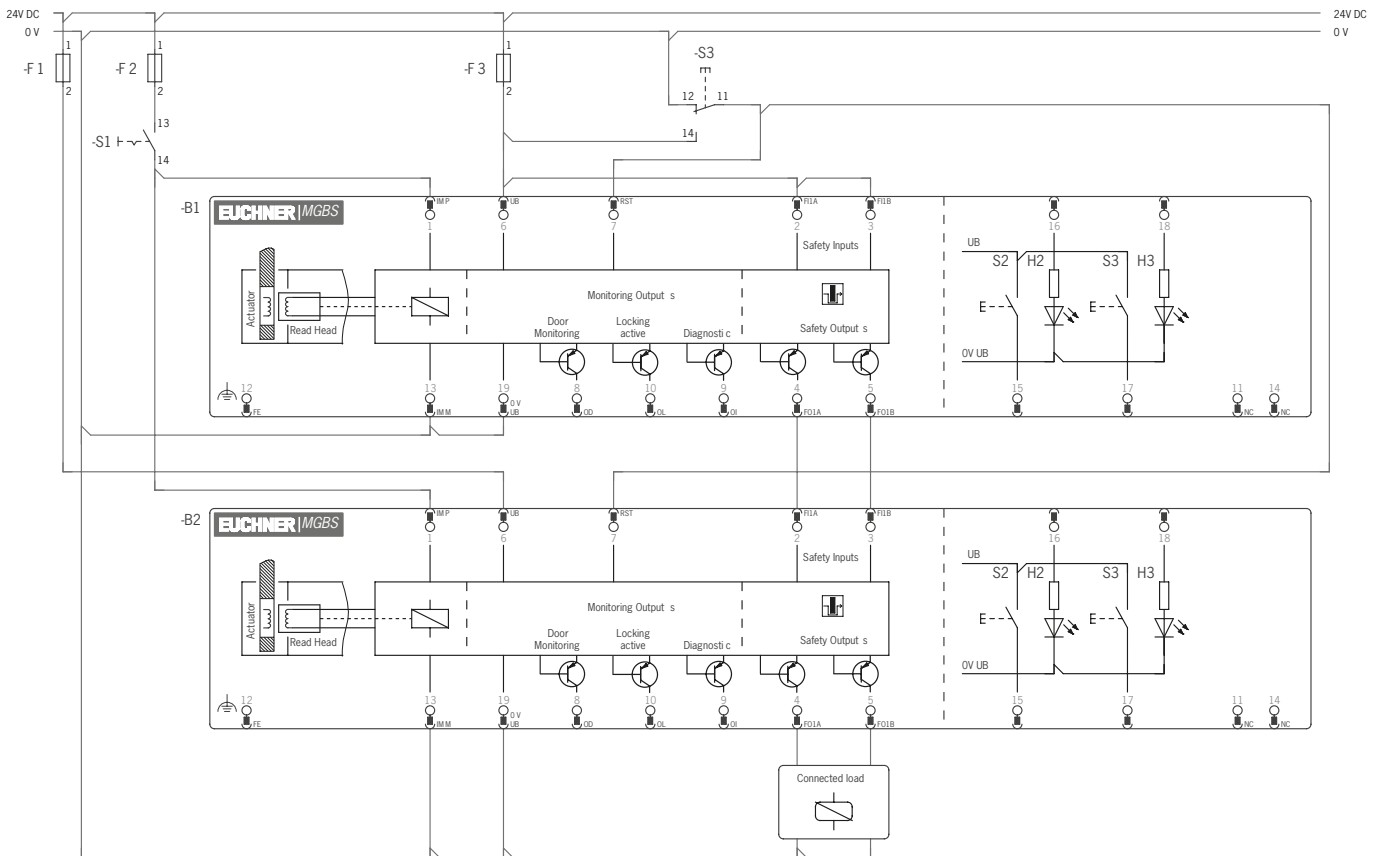

図 6: スイッチ・チェーン1つの接続例 (プラグコネクタ M23 バージョン)
- ▶ チェーン内のロッキング モジュールすべてに共通の信号を使用してください。これには、切替スイッチまたは制御システムの出力のいずれかが考えられます。操作中、リセットは常に GND へ接続されているため、押しボタンは適していません (図 6 (P 30) のスイッチ S3 を参照)。
これを可能にするためには、RST 入力は図 6 (P 30) で示すように接続しなければなりません。